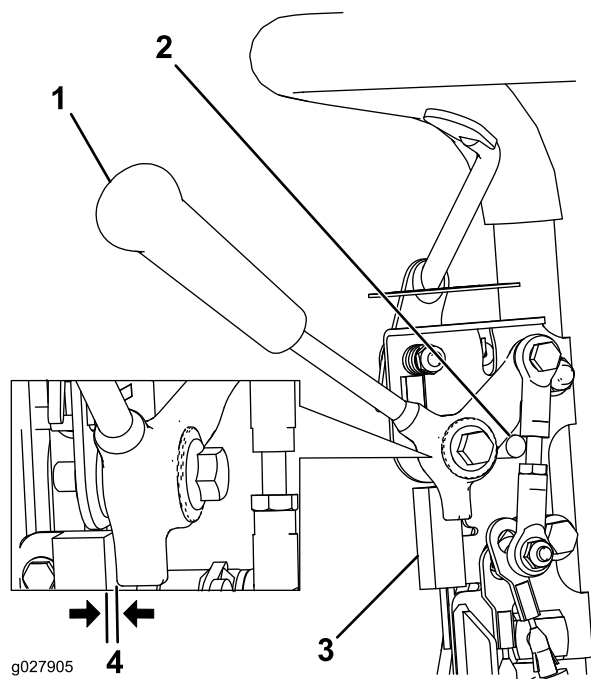

図 30
1. エンジン停止、走行レバーが解除されてニュートラルストップにあることを確認する 図 30。
2. インタロックスイッチを固定しているねじをゆるめる 図 30。
3. 走行レバーとインタロックスイッチとの間に厚さ 0.8 mm のすきまゲージをはさむ 図 30。